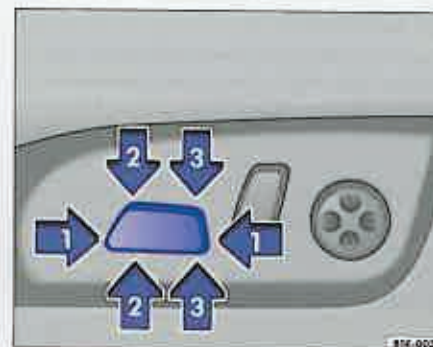

Fig. 63 De la comutator, scaunul se va regla în lungime, iar suprafața de șezut în înălțime și înclinare.
- Deplasați comutatorul în sensul indicat de săgeata ⇒ fig. 63 ①, pentru a regla scaunul din față în lungime ⇒ ⚠.
- Deplasați comutatorul în sensul indicat de săgeată, pentru a regla înclinarea suprafeței de șezut în față ② sau în spate ③. Deplasați comutatorul concomitent în sensurile indicate de săgeată ② și ③, pentru a regla în înălțime scaunul.